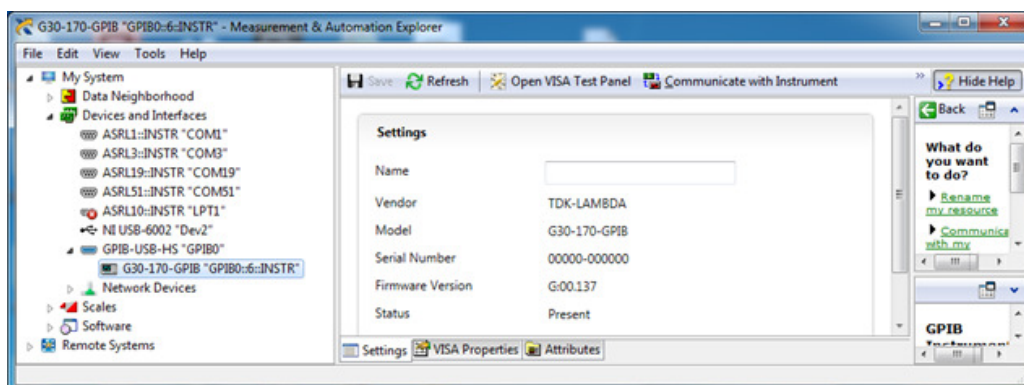

図2-5 電源の設定確認
3. 図2-5のようにサイドツリーから、**GENESYS™**(図2-5では例として”G30-170-GPIB”)を選択し、電源の設定を確認します。